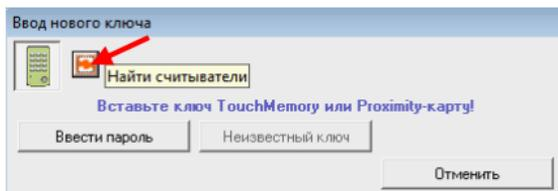

Рис.3 Окно «Ввод нового ключа»
3. Правой кнопкой мыши кликните по блоку «Ключи», выберите в контекстном меню «Добавить». Откроется окно «Ввод нового ключа» (рис.3). Если значок считывателя
неактивен, то нажмите кнопку «Найти считыватели» (рис.3).